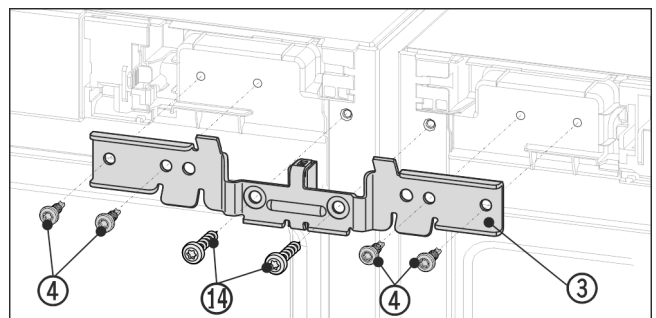

Fig. 14 例图
- ▶ 使用间隔垫片将角 Fig. 14 (3) 推入设备和销钉上。使用四颗螺栓 Fig. 14 (4) 连同先前旋出的地脚螺栓 Fig. 14 (14) 左右交替旋松角。